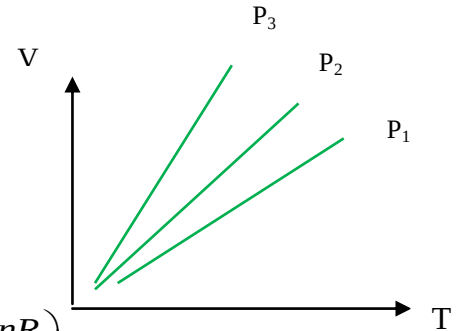

Figure 8
*Si on fixe la pression P on obtient un réseau d'isobares (figure 8) :